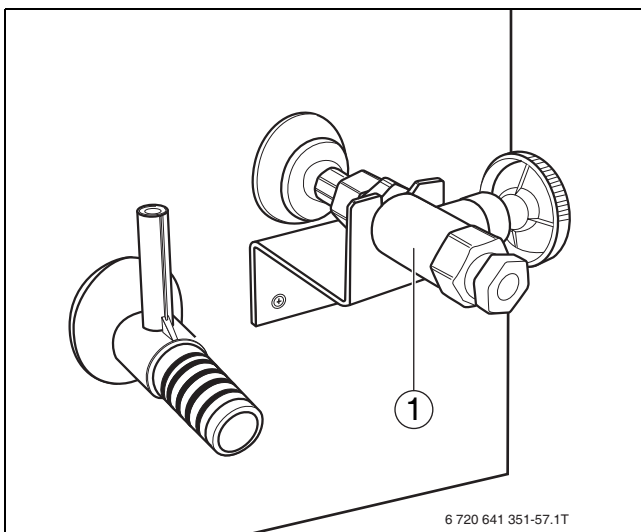

Bild 38 Öl-Absperrventil
- ▶ Ölschlauch mit der Dichtung am Öl-Absperrventil (→ Bild 38 [1]) montieren.